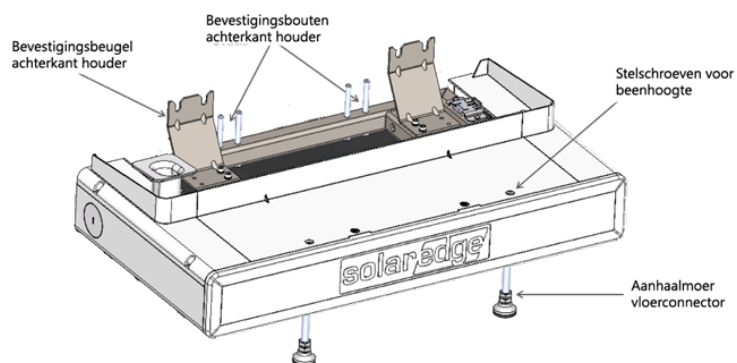

Figure 2: Basis en bevestigingspunten grondsteun
8. Schroef een M8 (1/2") moer losjes op elk van de vier achterste rugsteunbouten om de montagebeugel op zijn plaats te houden en draai vervolgens volledig vast met 17 Nm om de ophangbeugel definitief vast te zetten zoals weergegeven in Afbeelding 2.